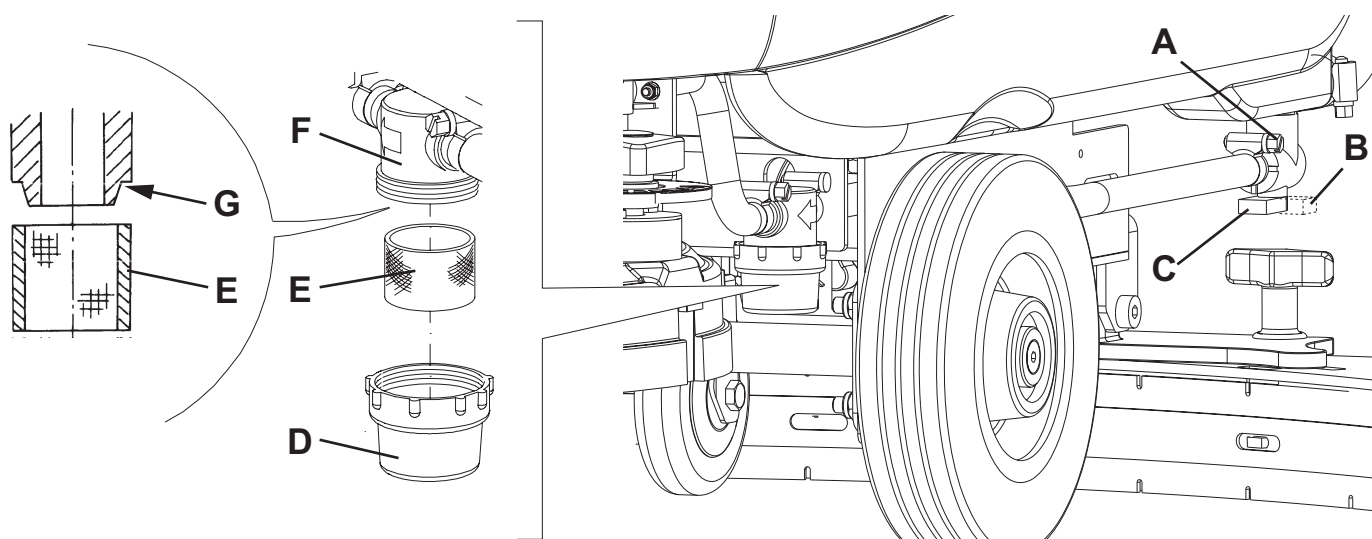

Рис. 7
2. Поверните ключ зажигания (80) в положение «0».
3. Закройте кран раствора (А, Рис. 7) под машиной позади правого заднего колеса. Кран (А) закрыт, когда находится в положении (В), и открыт, когда находится в положении (С).
4. Снимите прозрачную крышку (D), затем удалите сетку фильтра (E). Очистите и установите их на стойке (F).